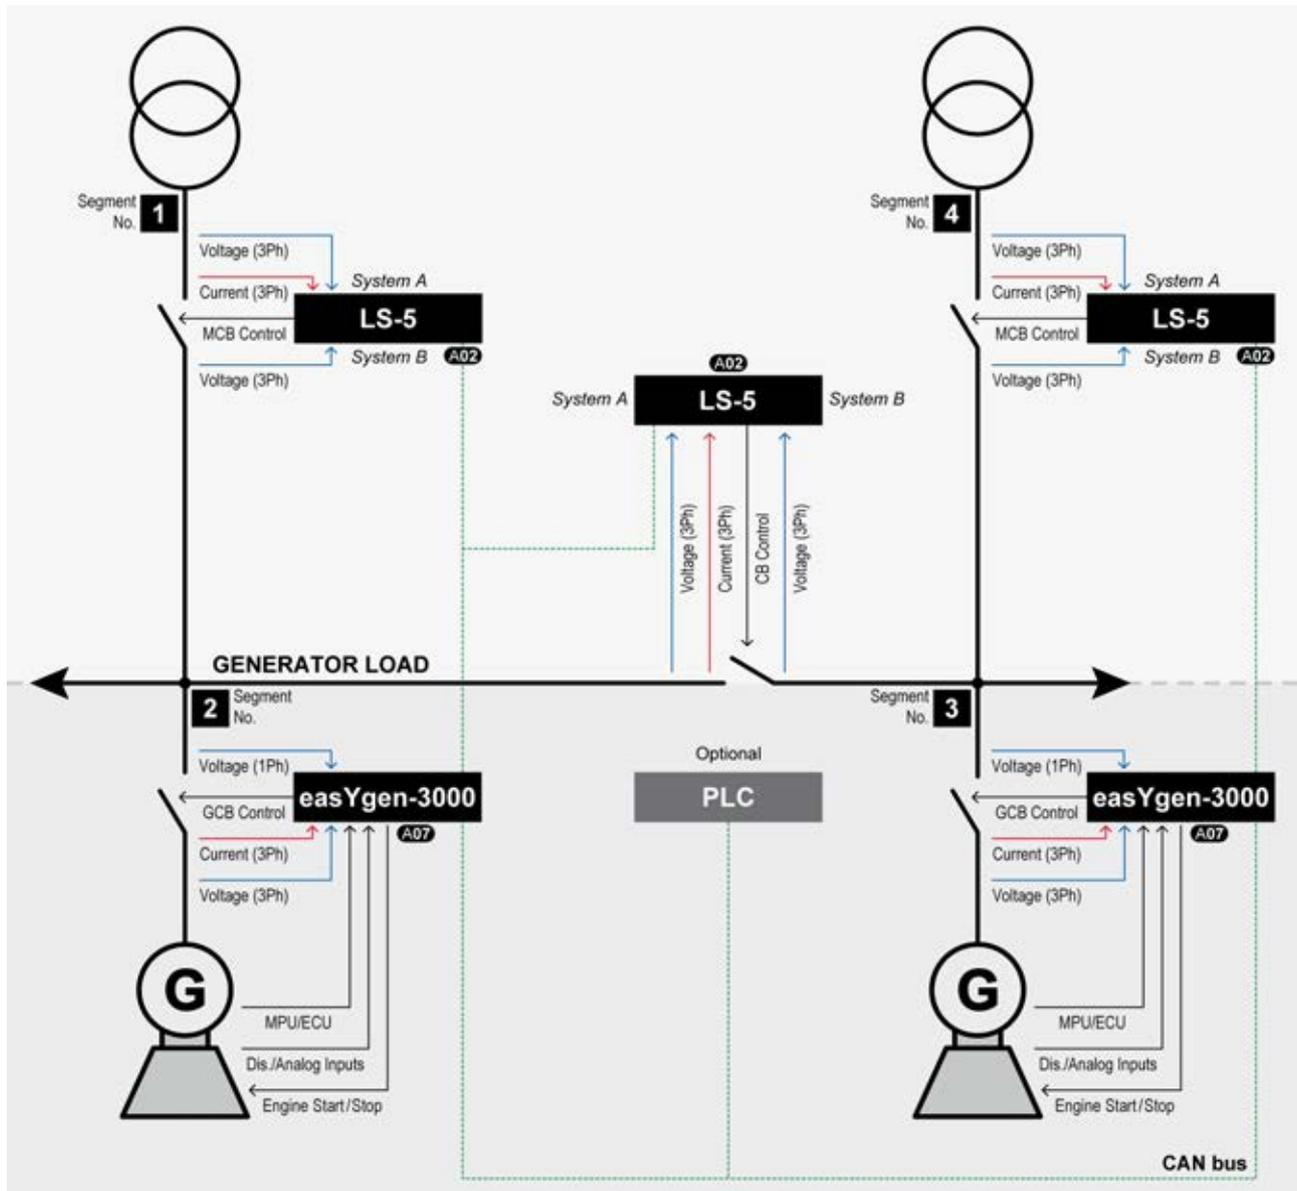

Abb. 98: H-Konfiguration mit zwei easYgens und zwei eingehenden Netzen und Kuppelschalter
Ein oder mehrere Aggregate speisen in eine Generator-/Lastsammelschiene ein (Abb. 98/Segment Nr. 2). Ein oder mehrere Aggregate speisen in eine Generator-/Lastsammelschiene ein (Abb. 98/Segment Nr. 3). Ein Kuppelschalter befindet sich zwischen den beiden Generator-/Lastsammelschienen. Jede Generator-/Lastsammelschiene hat einen eigenen eingehenden Netzleistungsschalter (Abb. 98/Segment Nr. 1/4).
1. ➤ Die Spannung- und Strommessung von System A ist mit dem Generator-/Lastsammelschienenensegment verbunden (Abb. 98/Segment Nr. 2).
2. ➤ Die Spannungsmessung von System B ist mit dem Generator-/Lastsammelschienenensegment verbunden (Abb. 98/Segment Nr. 3).